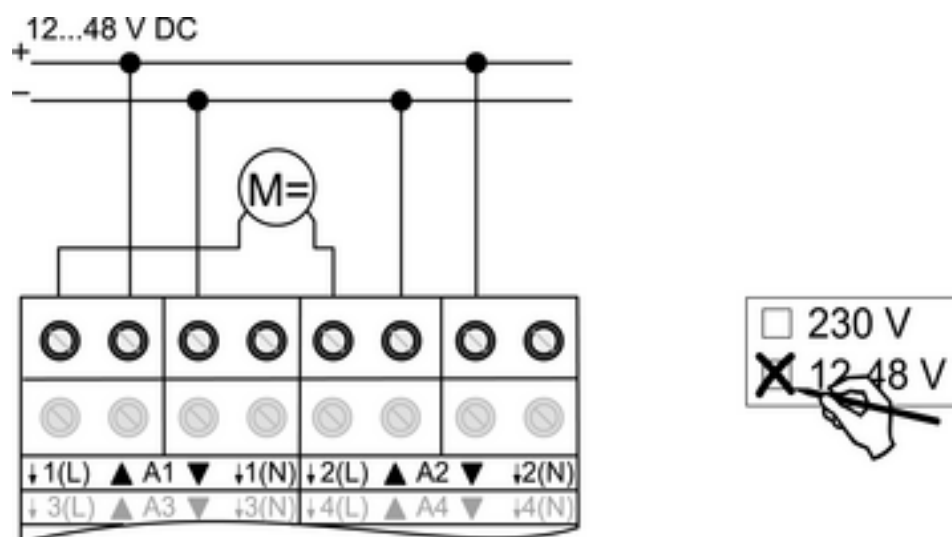

Figura 8
- Conectar los motores (figura 8).
- Indicar en la etiqueta que se está utilizando el modo **12-48 V** (figura 8).